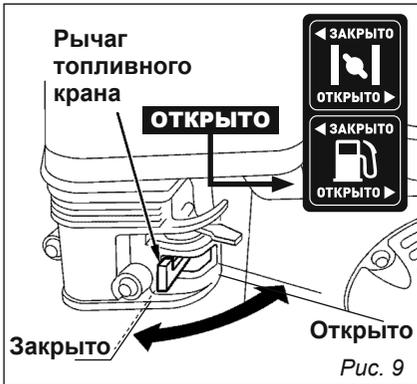

Рис. 9
- Поверните топливный кран в положение «**ОТКРЫТО**» (рис. 9).